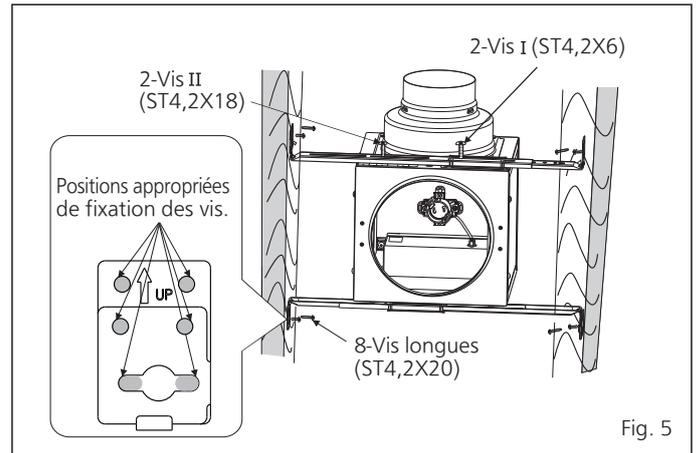

Fig. 5
- Laissez pendre le boîtier du luminaire à partir des quatre longues vis et ajustez les supports de suspension le cas échéant. Serrez ensuite les quatre longues vis. Puis fixez les autres quatre longues vis (ST4.2X20) aux autres orifices. Assurez-vous que le boîtier du luminaire est au même niveau que les solives. (Voir Fig. 5)
- Serrez les deux vis I (ST4,2X6) (Sauf lorsque l'espace est de 305 mm (12 po) entre les solives.). Puis fixez le support de suspension I et II au boîtier du luminaire avec les vis II (ST4,2X18). (Voir Fig. 5)